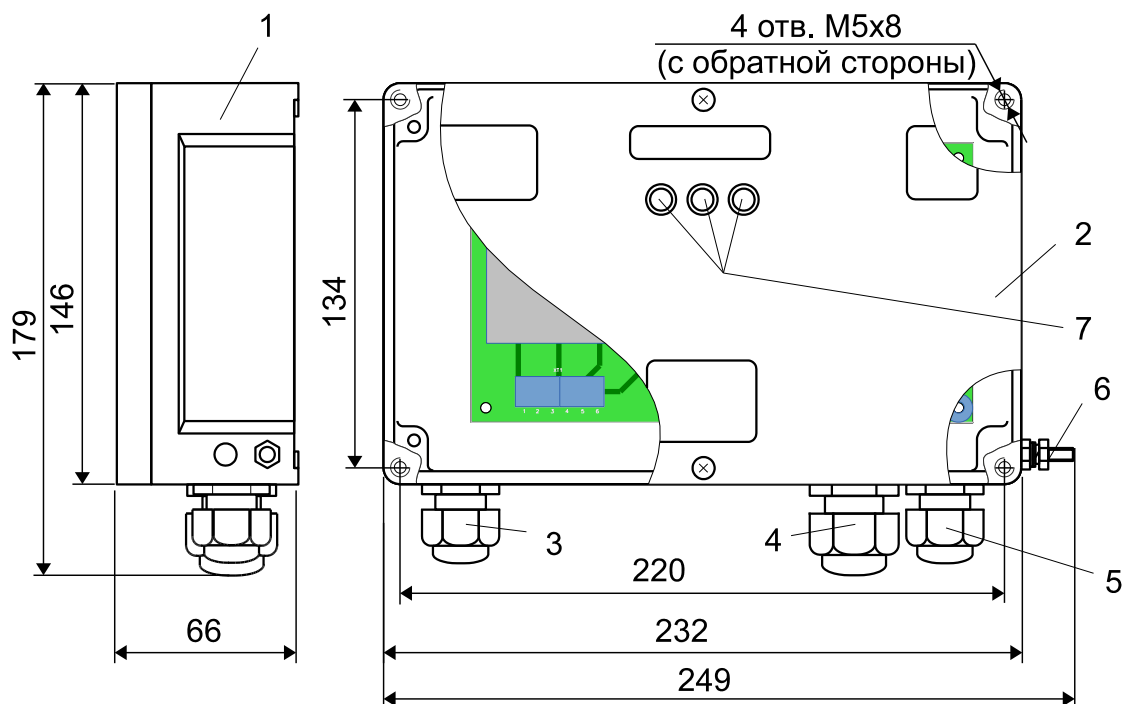

Рисунок 3 - Внешний вид, габаритные и присоединительные размеры вторичного преобразователя
1.3.5 Вторичный преобразователь (рисунок 3) состоит из корпуса 1, крышки 2 и электронного модуля, расположенного внутри корпуса. Для подключения заземляющего проводника служит зажим заземления 6 (ЗШ-С-5х25-1 ГОСТ 21130-75). На нижней стороне корпуса расположены три кабельных ввода 3, 4, 5. На крышке расположены три светофильтра 7 для индикаторов, сигнализирующих срабатывание выходных реле.
2.1.8 Вторичный преобразователь закрепляется четырьмя винтами М5 с тыльной стороны щита (рисунок 3).
2.1.9 Для заземления корпуса вторичного преобразователя используется зажим заземления 6 ЗШ-С-5x25 ГОСТ 21130-75 (см. рисунок 3), снабженный знаком “земля”. Заземление должно выполняться медным проводником с поперечным сечением не менее 1,5 мм2.